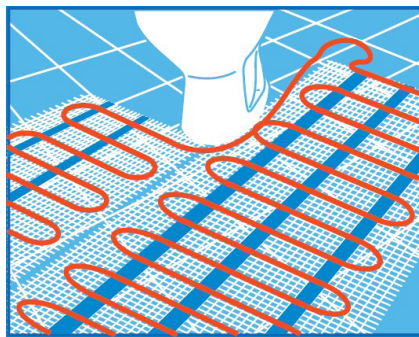

Рисунок 6
- Расстелите нагревательный мат по всей обогреваемой площади (**рис. 6**).